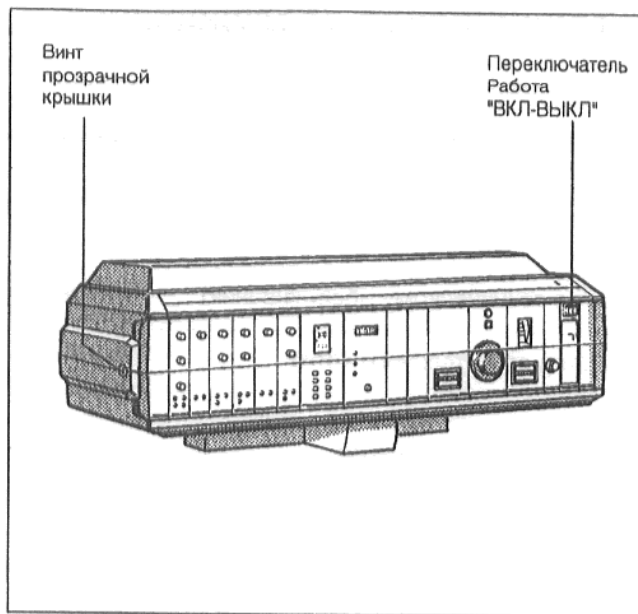
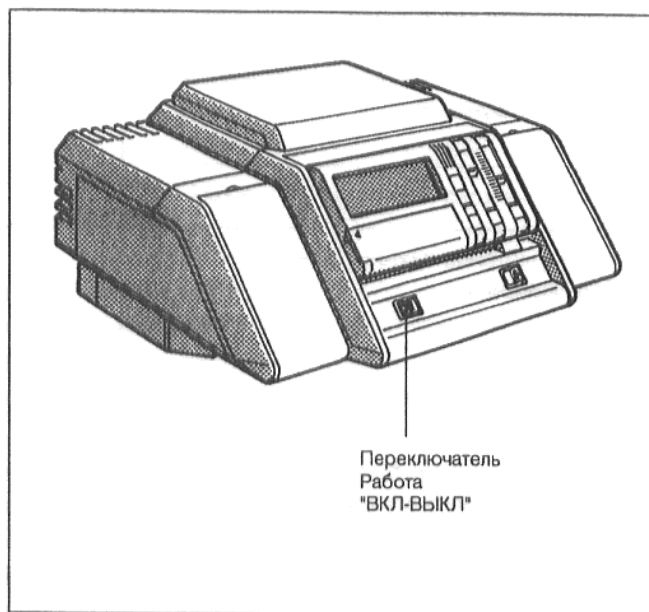

Рис. 36: Устройство регулирования HS 332x
Рис. 38: Устройство регулирования HS 4201
Перевести шлиц винта прозрачной крышки устройства управления (Рис. 36) в горизонтальное положение, например, с помощью монеты. Снять прозрачную крышку, подав ее вперед.
- Установить переключатель "Работа" (Рис. 36 - Рис. 38) в положение 0 (ВЫКЛ), при двойном котле – на обоих устройствах регулирования.